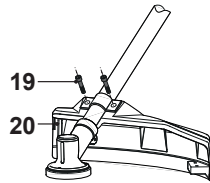

Fig. 7
- > Placez la protection (20) sur le support.
- > Utilisez l'extrémité tournevis de l'outil universel (43) pour fixer la protection (20) au moyen des vis (19) (Fig. 7).